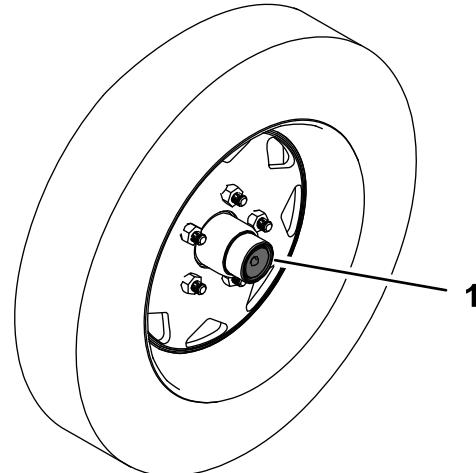
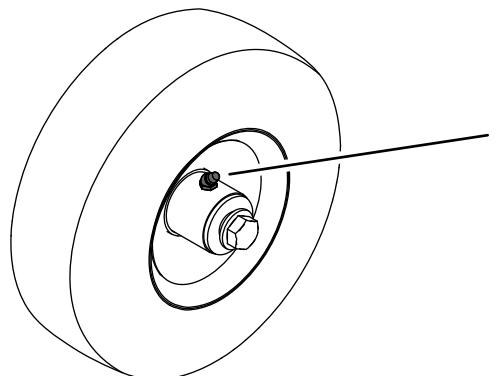

Figura 20
Figura 21
1. Retire los tapones de goma del eje (Figura 20).
- Conecte una pistola de engrasar a los engrasadores y bombee grasa en los engrasadores del eje (Figura 20) y de las ruedas giratorias (Figura 21) hasta que empiece a rezumar grasa de los cojinetes.
- Instale los tapones de goma (Figura 20).